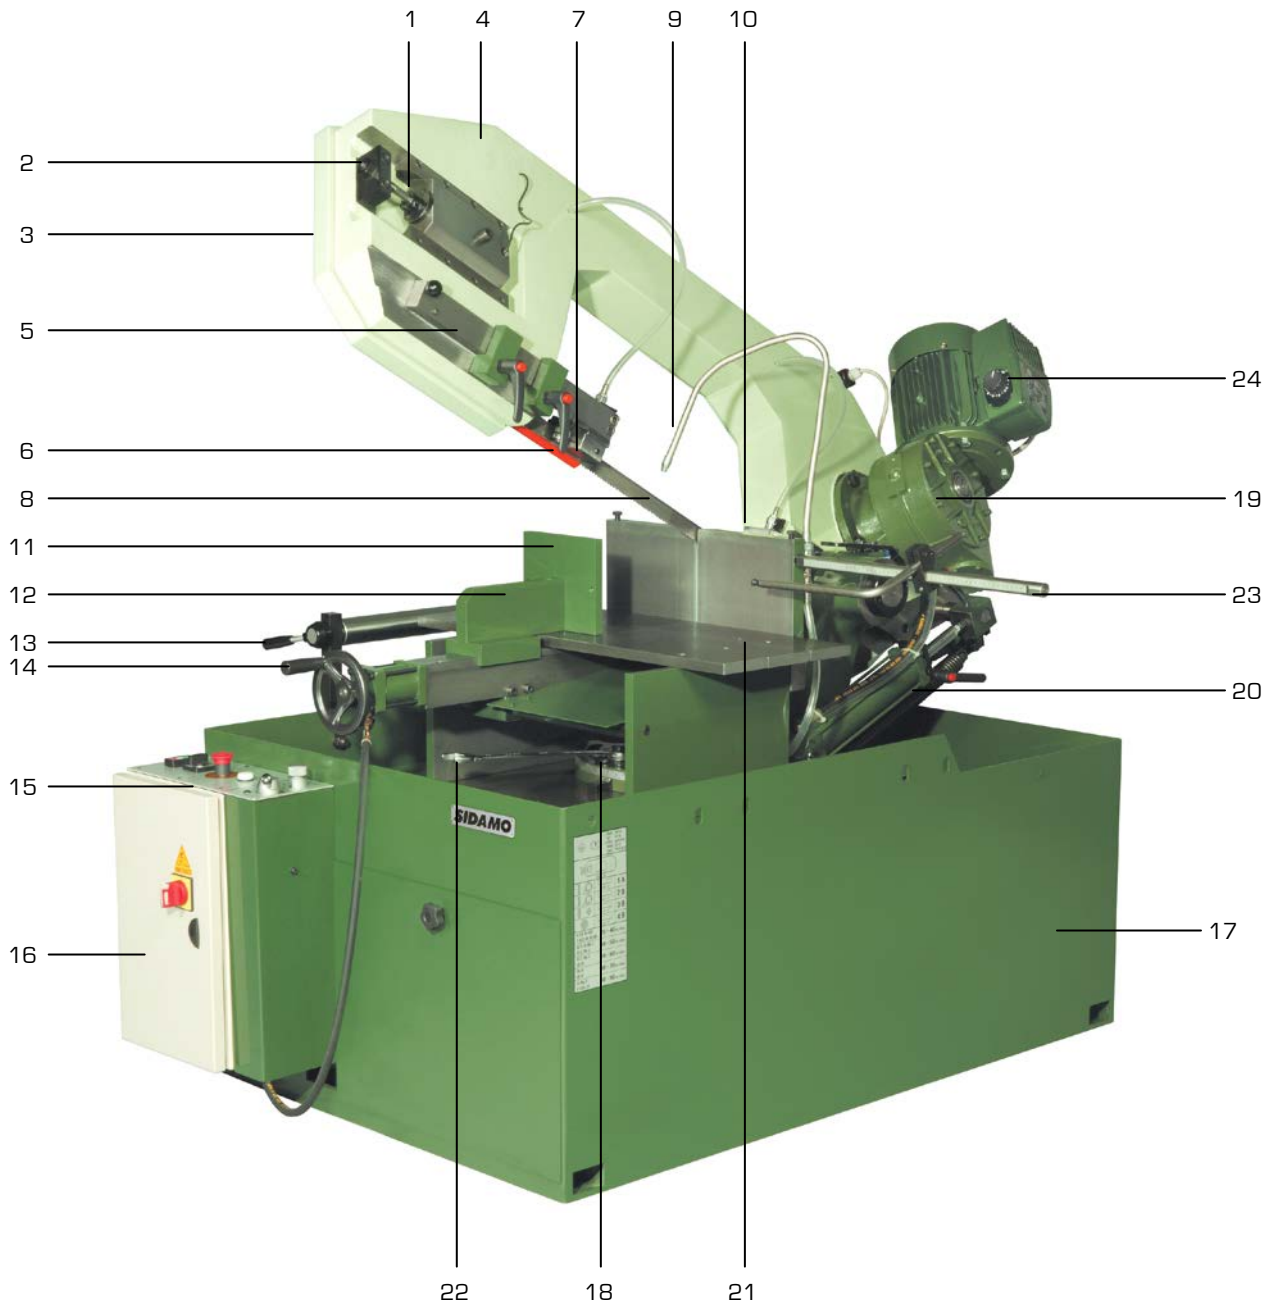

Figure 1
- Insérer la butée de coupe (23 fig.1) dans son siège sur la base droite de l'étau, puis la bloquer.
Un pictogramme de sens de défilement du ruban est présent sur le carter ruban (3 fig.1) :